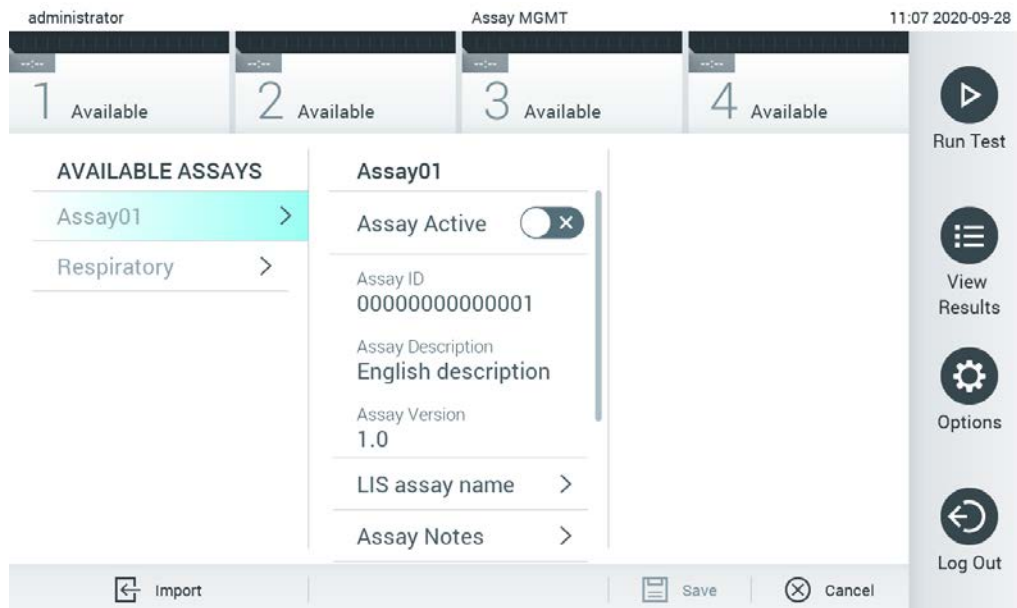

Figura 60. Ecranul Assay management (Gestionarea testelor).
2. Pentru importul testelor noi în QIAstat-Dx Analyzer 1.0, apăsați butonul **Options** (Opțiuni), apoi butonul **Assay Management** (Gestionarea testelor). Ecranul **Assay Management** (Gestionarea testelor) apare în zona de conținut a afișajului (Figura 60).